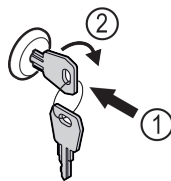

Fig. 176
- ▶ Zatlačte kľúč. Fig. 176 (1)
- ▶ Otočte kľúč o 90° v smere hodinových ručičiek. Fig. 176 (2)